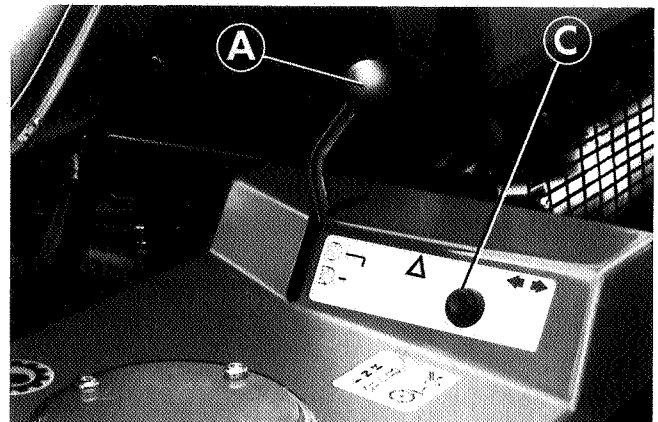

Abb. 15
(b) Before starting the engine, ensure that the hydraulic control lever (A Fig. 15) is in the neutral position, the handbrake (F Fig. 16) is engaged, the forward/reverse pedal is in the neutral position and that the foot is clear of the footpedal.
(b) Bevor der Motor angelassen wird, ist darauf zu achten, daß der Hydraulikhebel (A Abb. 15) sich im Leerlauf befindet, die Handbremse (F Abb. 16) angezogen ist, das Vorwärts-/Rückwärts pedal sich in der Leerlaufstellung befindet und der Fuß nicht mit dem Fußpedal in Berührung kommt.
- (b) Avant de démarrer le moteur, assurez-vous que le levier de commande hydraulique (A Fig.15) soit bien au point mort, que le frein de stationnement (F Fig.16) soit serré, que la pédale avant/arrière soit au point mort et que le pied soit dégagé de la pédale.
- (b) Alvorens de motor te starten, moet u ervoor zorgen dat de machine op de handrem (F Afb.16) staat, dat de hydraulische cilinder-aandrijvinghendel (A Afb.15) in neutraal staat, het voorwaarts/achterwaarts pedaal in neutraal staat en dat u het voetpedaal niet met de voet aanraakt.